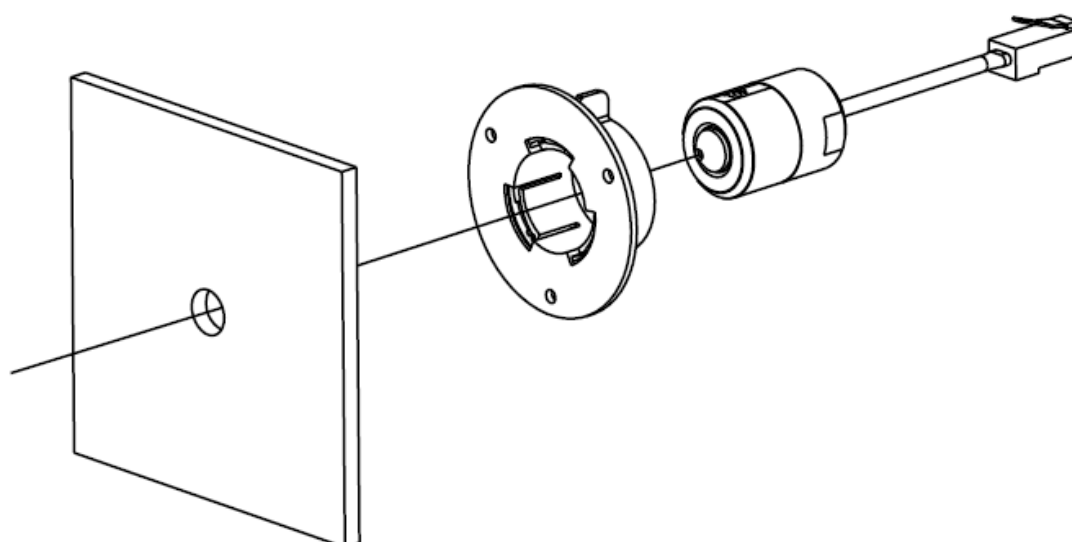

図 4-53 円筒形センサの取り付け
4. ロックスリーブを回してセンサを固定します。図 4-53 に示すように。